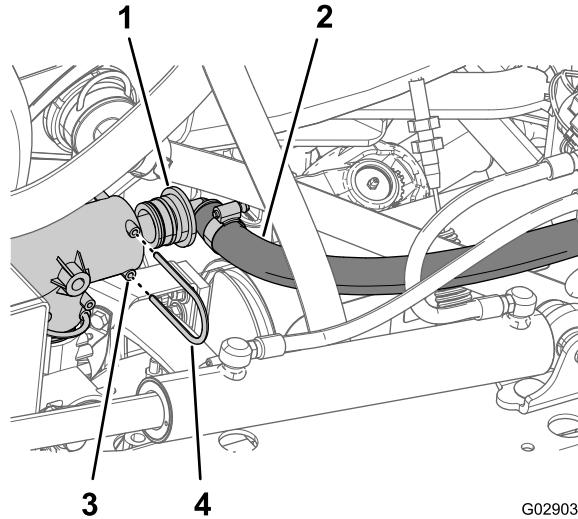

Bild 41
1. Stecken Sie das Reduzier-Mittelstück am Ende des Umfüllschlauchs in den Innenanschluss des oberen T-Stücks (Bild 41).
2. Befestigen Sie das Reduzier-Mittelstück mit einem Arretierbügel am T-Stück (Bild 41).